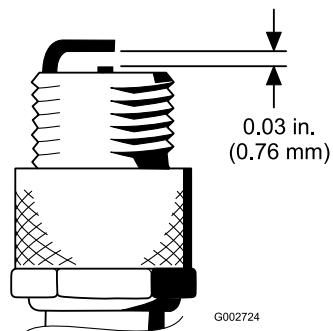

Figura 28
4. Impostate la distanza tra il centro e il lato degli elettrodi a 0,76 mm (Figura 28). Montate la candela con la giusta distanza tra gli elettrodi e la guarnizione di tenuta, quindi serrate la candela a 23 Nm. In mancanza di una chiave torsiometrica, serrate a fondo il tappo.